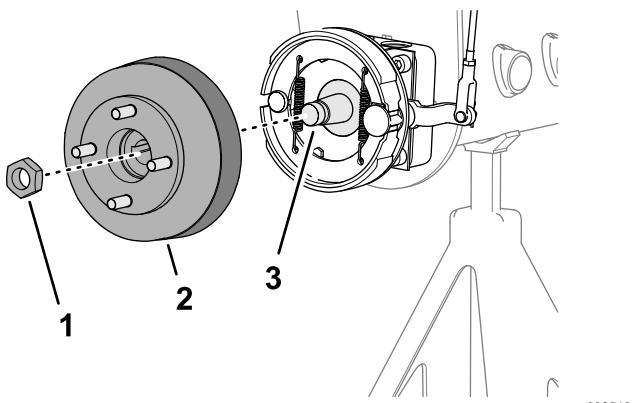
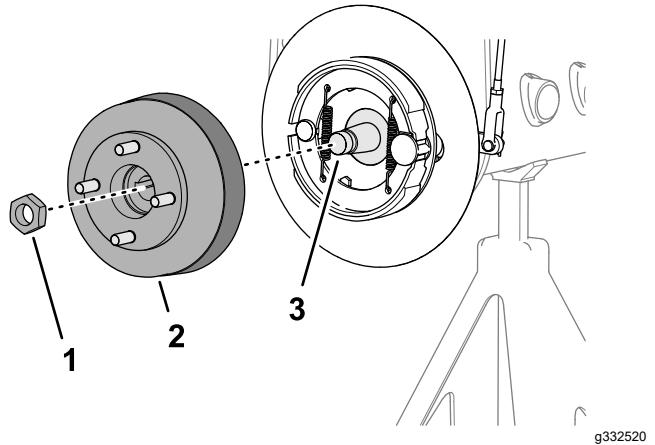

Figure 70
Figure 71
- Montez le moyeu de roue et le tambour de frein sur l'arbre du moteur de roue (Figure 70 ou Figure 71).
- Fixez le moyeu de roue sur l'arbre avec le contre-écrou (Figure 70 ou Figure 71), et serrez à la main.